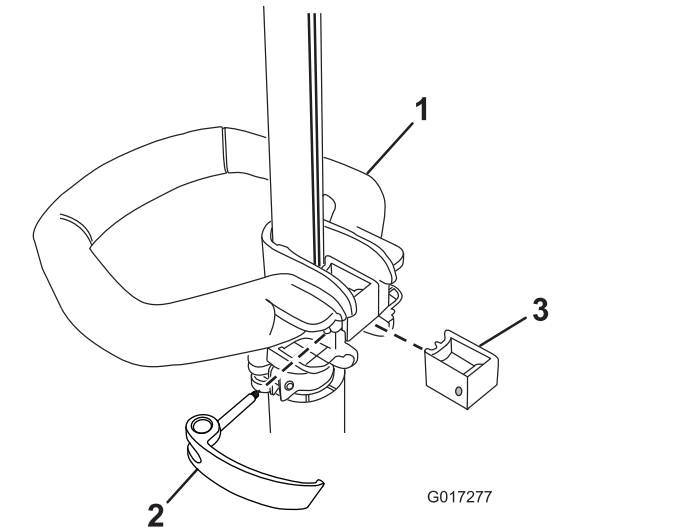

Figura 1
- Introduzca la pieza de refuerzo en la empuñadura auxiliar de manera que el refuerzo encaje en la ranura del mango (Figura 1).
- Pase el pestillo desde la izquierda a través de la empuñadura y la pieza de refuerzo, según se indica, y apriete el tornillo del pestillo con un destornillador de punta Phillips (Figura 1).
- Coloque la empuñadura auxiliar sobre el mango de la desbrozadora con la superficie lisa hacia el operador (Figura 1).